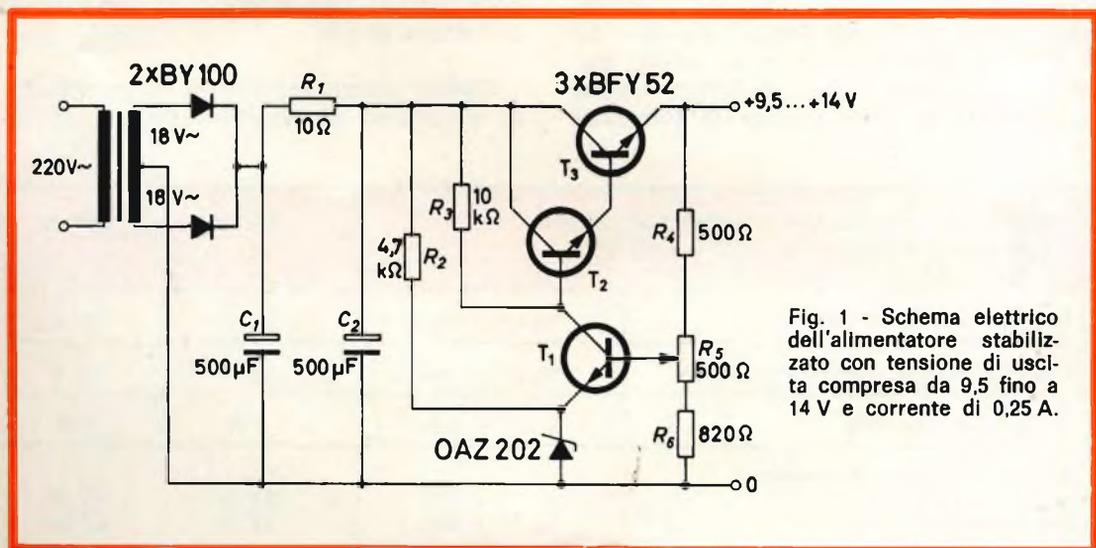
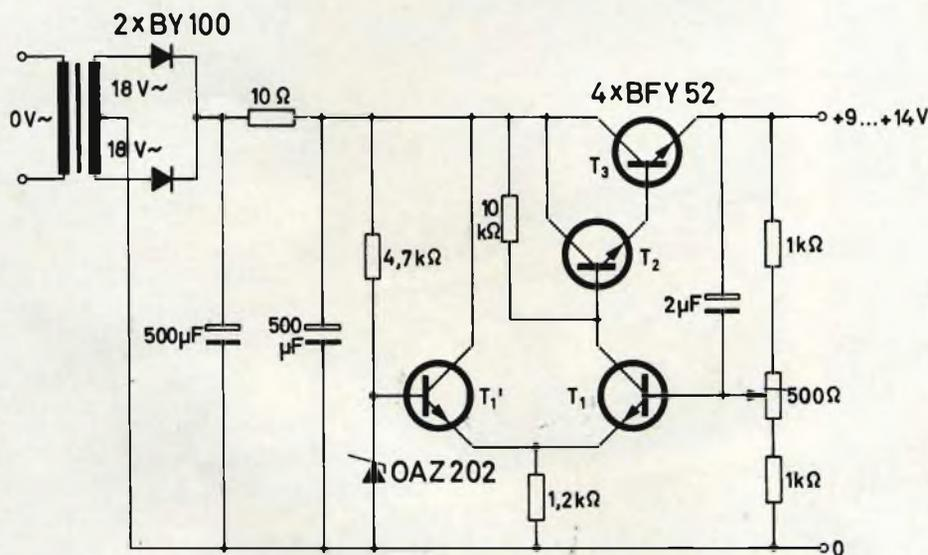

Fig. 1 - Schema elettrico dell'alimentatore stabilizzato con tensione di uscita compresa da 9,5 fino a 14 V e corrente di 0,25 A.
Fig. 2 - Schema elettrico dell'alimentatore stabilizzato capace di dare una tensione di uscita compresa tra 9 e 14 V ad una corrente di 0,25 A.
In fig. 1 è riportato lo schema elettrico dell'alimentatore stabilizzato capace di dare una tensione di uscita compresa tra 9,5 e 14 V con una corrente di 0,25 A. Il circuito è in tutto convenzionale. La tensione di riferimento che deve essere presente sull'emettitore del transistor  $T_1$  viene mantenuta al valore di + 5,6 V mediante il diodo zener OAZ 202. Il resisto-
Il circuito di fig. 2 si differenzia da quello indicato nella fig. 1 per il fatto che al posto del semplice transistor  $T_1$  impiega un **amplificatore differenziale** formato dai transistori  $T_1$  e  $T_1'$ . Questo accorgimento permette di dare una maggiore amplificazione alla variazione della tensione di uscita, e pertanto, permette di avere un alimentatore stabilizzato che reagisce più prontamente alle variazioni dovute all'assorbimento del carico. L'impiego dell'amplificatore differenziale permette inoltre di rendere meno sensibile la tensione stabilizzata dal diodo zener OAZ 202 alle va-
**Prestazioni dei due alimentatori stabilizzati delle fig. 1 e 2:**
Circuito di fig. 2  $\leq 4$  %
Nel circuito di fig. 2 1,5 %